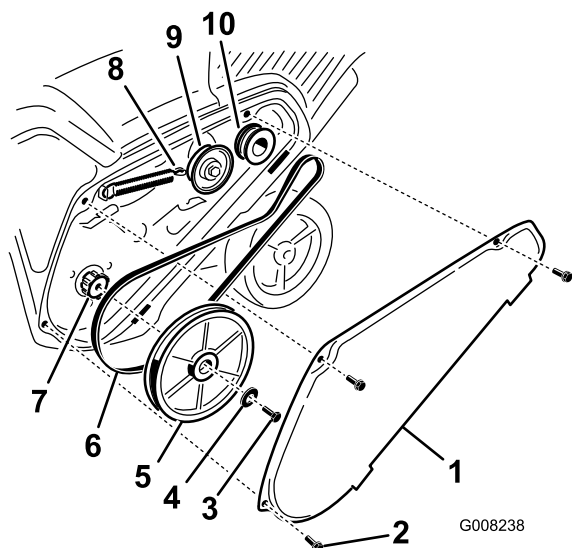

Figure 24
**Remarque:** Acheminez la courroie neuve autour de la poulie du moteur, puis de la poulie de tension, et enfin autour de la poulie de rotor desserrée, située juste au-dessus de l'arbre de rotor (Figure 24).
6. Montez la poulie de rotor sur l'arbre de rotor (Figure 24).
7. Montez la rondelle bombée et le boulon de fixation de la poulie de rotor, et serrez-les solidement (Figure 24).
2. Décrochez le ressort de frein du bras de la poulie de tension pour détendre la courroie (Figure 24).
3. Enlevez la vis et la rondelle bombée qui retiennent la poulie de rotor (Figure 24).
4. Retirez la poulie de rotor et la courroie d'entraînement (Figure 24).